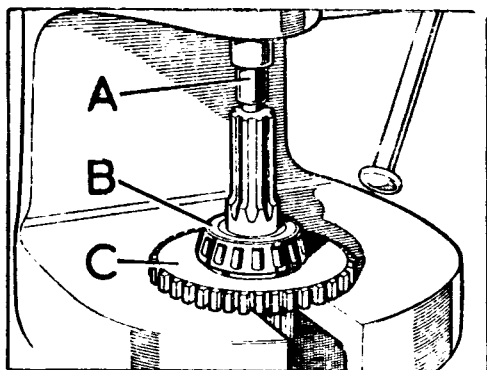

Fig. C1-38 Desmontaje a presión del cojinete trasero
- 1.9. Con un extractor, o a presión, se separará del eje de salida el cojinete trasero, B (Fig. C1-38).